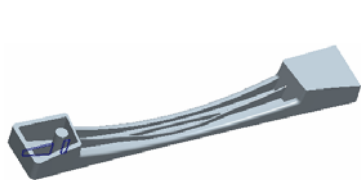
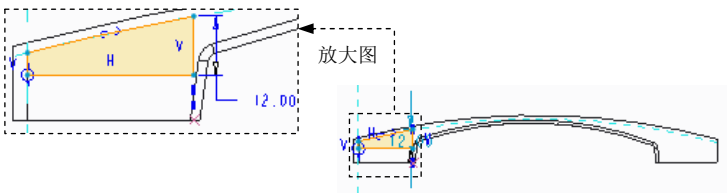

图 5.38.160 拉伸 11
图 5.38.161 截面草图
Step20 创建图 5.38.160 所示的拉伸特征 11。在操控板中单击“拉伸”按钮。选取 DTM1 基准面为草绘平面,选取 RIGHT 基准平面为参考平面,方向为**右**;单击**草绘**按钮,绘制图 5.38.161 所示的截面草图,在操控板中选择拉伸类型为,输入深度值 1.0。单击**✓**按钮,完成拉伸特征 11 的创作。